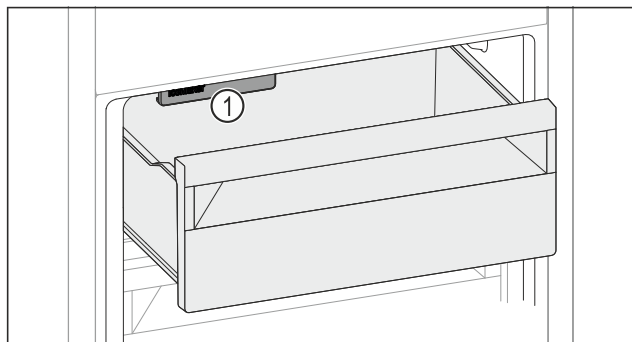

Fig. 111
- ▶ Luați în considerare IceMaker Fig. 111 (1).